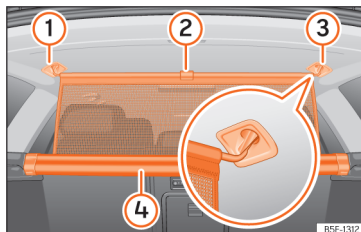

Fig. 187 În portbagaj: fixarea plasei de separare.
• Trageți mânerul »» fig. 187 ② pentru a scoate plasa din casetă ④.
• Fixați plasa de separare în partea dreaptă sau stângă ③ (imaginea mărită).
• Agățați plasa de separare în locașul de pe partea opusă ①, trăgând de tijă.